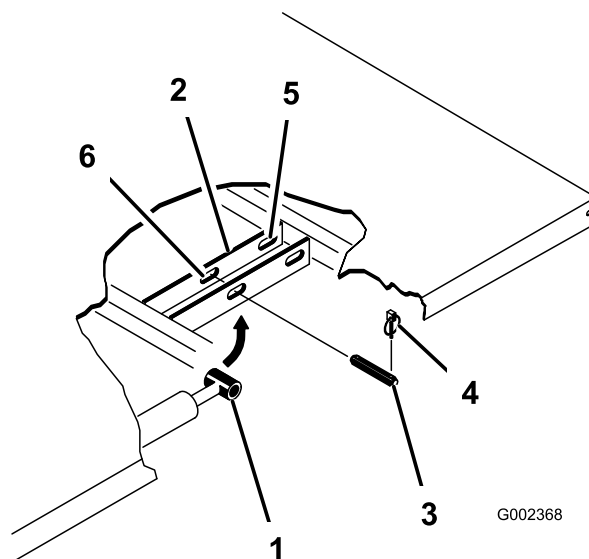

図 3
4. シリンダの外側端部からリンチピンを外す 図 3。
5. シリンダロッドの端部を荷台取り付けプレートに固定しているクレビスピンを、車両の中心線側に押して外す (図 3)。